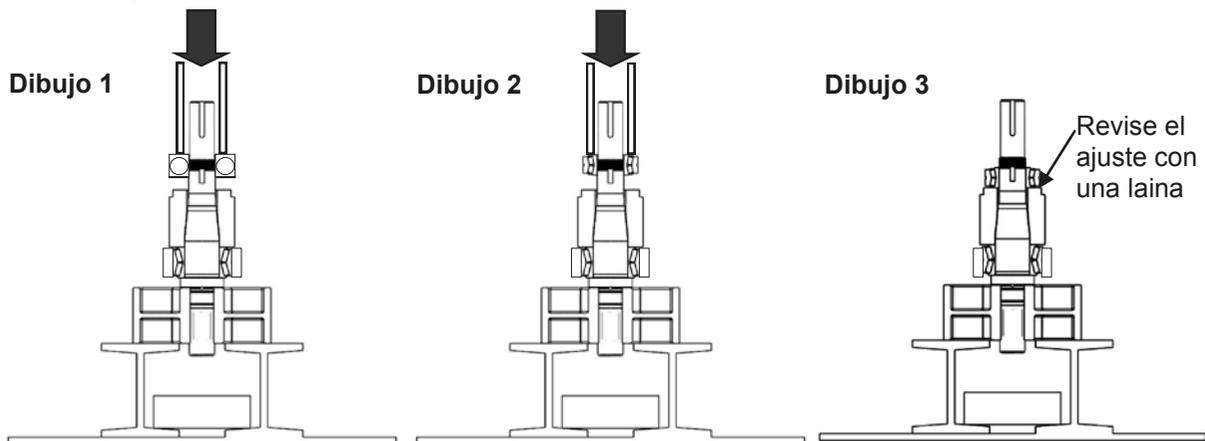

Figura 37: Presionar el rodamiento trasero sobre la flecha
- Para modelos con rodamientos de bolas individuales aplique una ligera capa de lubricante sobre la flecha. Abra el nuevo ensamble de rodamiento trasero y colóquelo sobre la flecha sobre el espaciador con el lado protegido de cara al espaciador (figura 37 dibujo 1). Aplique presión sobre el rodamiento presionando solo la pista interior.
- Para modelos con rodamientos cónicos, aplique una ligera capa de lubricante a la flecha. Abra el nuevo ensamble de rodamiento trasero y colóquelo sobre la flecha sobre el espaciador (figura 37 dibujo 2). Revise la tabla 5 para saber la presión requerida para colocar el rodamiento en cada flecha. Usando una camisa que descansa en el cono interno del rodamiento y se deslice sobre la flecha, presione el rodamiento hasta que este descansa sobre el espaciador.
- Asegúrese de que el rodamiento descansa sobre el espaciador usando una lina (figura 37 dibujo 3).